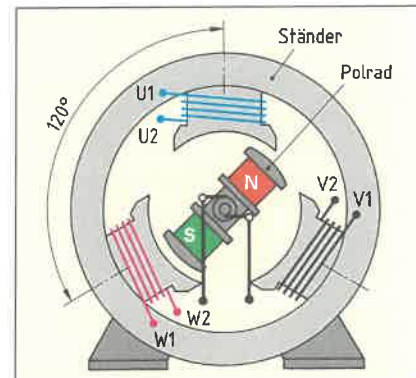

Bild 1: Prinzip der Drehstromerzeugung
1. Beschreiben Sie mithilfe von **Bild 1** die Entstehung einer Dreiphasenwechselspannung.